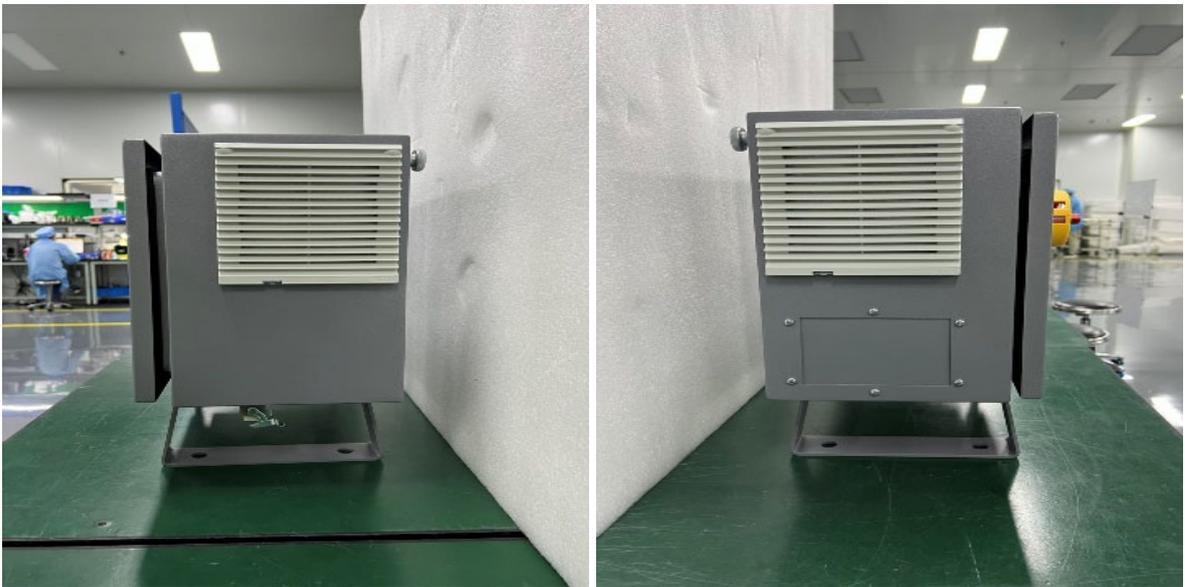

图 2-3：控制箱过滤器位置
1. 控制箱有两个过滤器，左右两侧各安装一个，如图 2-3 所示；